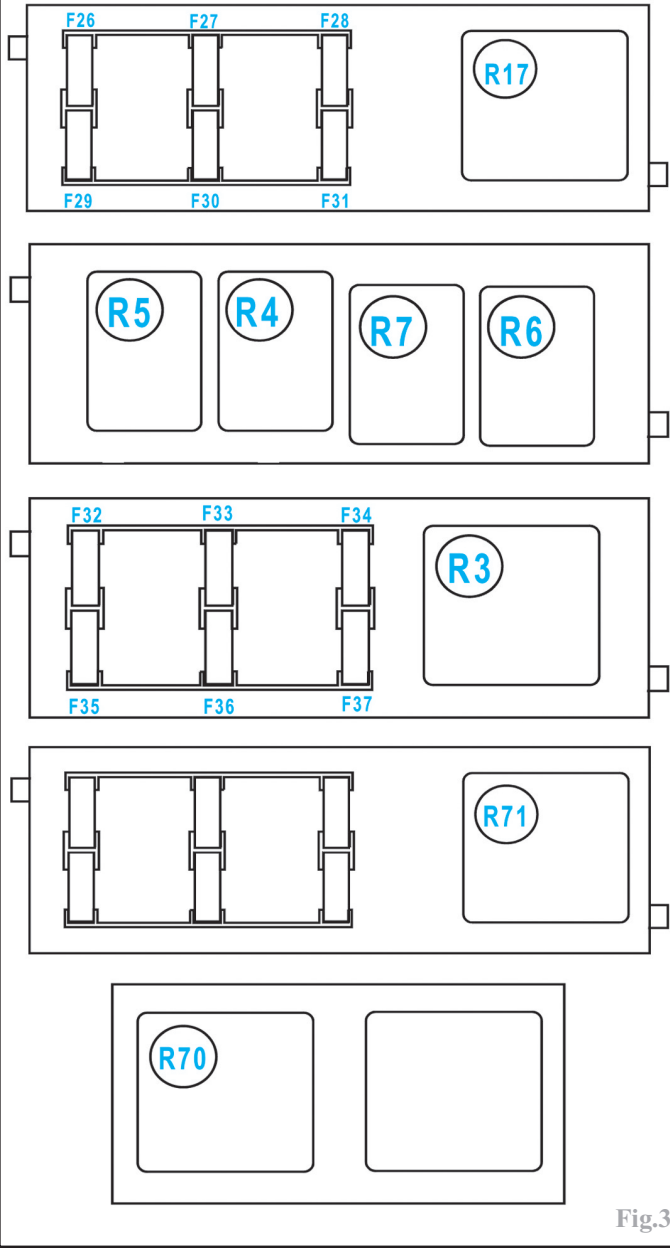

Fig.3
Affectation des fusibles habitacle (côté passager) dans le boîtier de fusibles et relais (260) (Fig.3 et 4)
Affectation des relais dans l'habitacle (côté passager) dans le boîtier de fusibles et relais (260) (Fig.3 et 4)